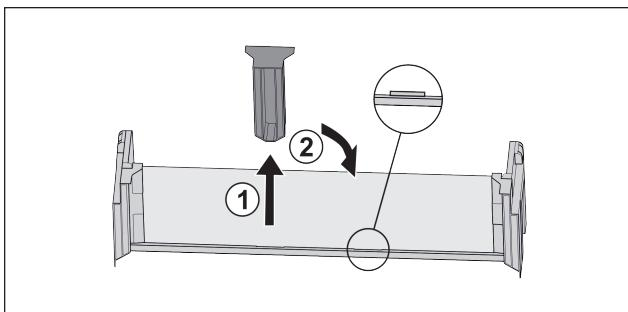

Fig. 124
► Витягнути середню деталь для підтримки Fig. 124 (1).
► Вставити середню деталь для підтримки на друге положення Fig. 124 (2).